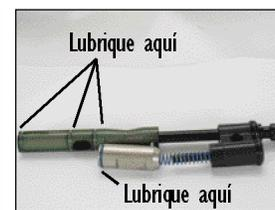

Figura 13 Conjunto cerrojo y percutor retirado.
2. Después de retirar el conjunto cerrojo y percutor, límpielo de todo resto de pintura o suciedad. Lubrique cada O-ring con una gota de aceite. Ver Figura 13. Reemplace el O-ring Blue Hammer (N° 35) únicamente con otro O-ring Blue Hammer para asegurarse de que la marcadora se amartille correctamente.